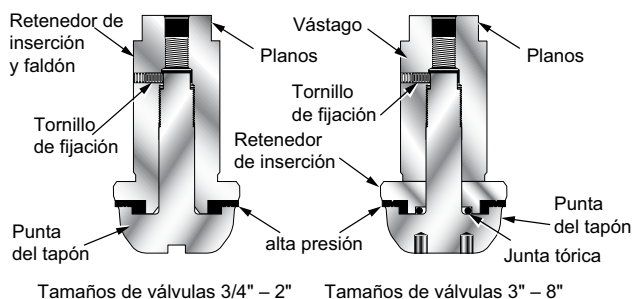

Figura 2 - Tapones de asiento blandos (opcional)
(Figura 2 en página 15)
- a. Coloque un nuevo inserto en el mango e inserte el retenedor como se muestra en la Figura 2 en página 15.
- b. Instale el nuevo inserto en el retenedor del inserto y ensamble como se muestra en la Figura 2.